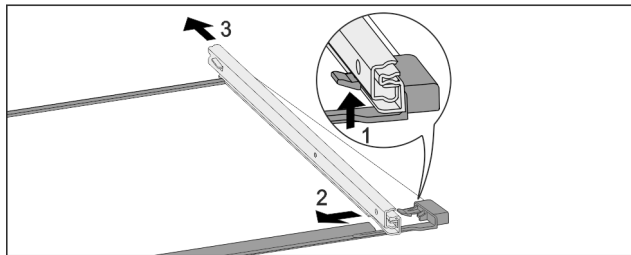

Fig. 107 Steklена plošča z vodili
- Sprednji zaskočni kaveljček potisnite navzgor. Fig. 107 (1)
- Izvlečno vodilo potisnite Fig. 107 (2) na stran Fig. 107 (3) in nazaj.